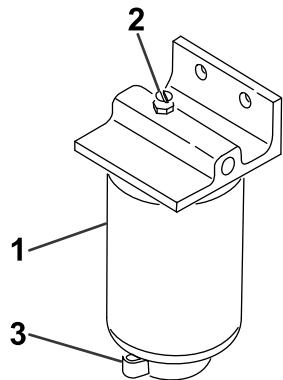

Figure 47
2. Dévissez le bouchon de vidange au bas de la cartouche du filtre et laissez couler le liquide (Figure 47).
2. Enlevez la cartouche et nettoyez la surface de montage (Figure 47).